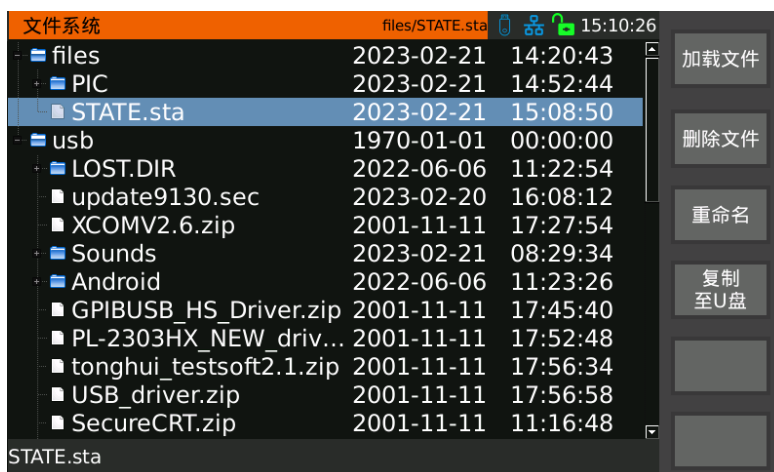

图 3-30 内部文件操作界面
3. 通过【OK】键或触摸屏幕到欲设置的文件项目，通过 F1~F6 键可进行相应的操作，如图 3-30 及 3-31 所示。